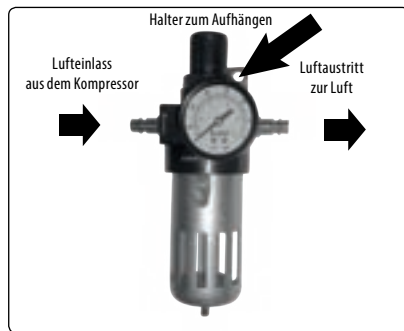

Abb. 11 - Beschreibung vom Druckregler mit Manometer und Filter Extol® 8865104
- Schließen Sie den Luftausgang am Kompressor an die richtige Öffnung an der Aufbereitungsanlage an, siehe Abb. 11.